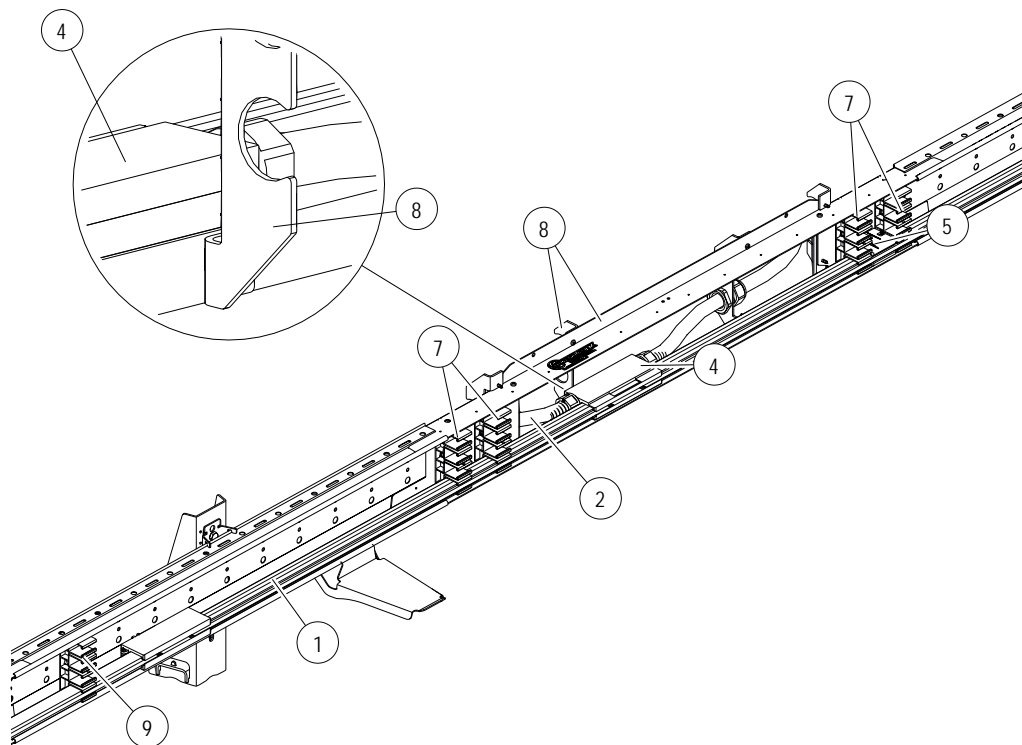

Abb. 47: Schleifleitungsschiene (1) ins ProShell-Tragprofil montieren
4. Die Schleifleitungsschienen mit der vormontierten Einspeisung und Fixpunkt (1) in die Schienenhalter (7) rechts und links am Befestigungsrahmen (8) einhängen. Hierbei mit dem untersten Schleifleitungspol beginnen und auf die PE-Position achten (Conductix-Wampfler empfiehlt, die PE-Schiene als letzten bzw. unteren Pol anzubringen (von oben betrachtet)) (siehe Abb. 47).
5. Die Anschlussleitungen (2) durch den Befestigungsrahmen (8) nach hinten legen, sodass die Einspeisekappe (4) in die Aussparung des Befestigungsrahmens (8) passt und die vormontierten Fixpunkte (5) zwischen ihren Schienenhalter positioniert werden. Außerdem die verbundenen Schleifleitungsschienen in die weiteren Schienenhalter (9) einhängen (siehe Abb. 47).